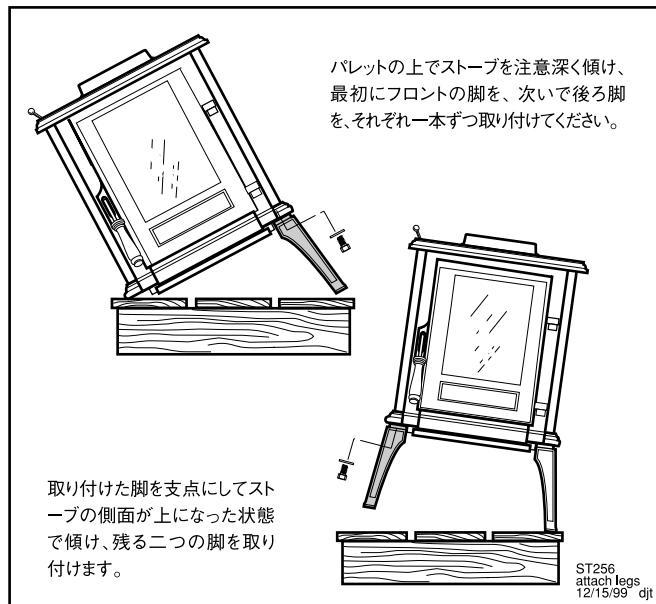

図22 一方の側の脚を取り付けてから、反対側の脚を取り付けます。
2. ワッシャー付き六角ボルトを使って、二つの脚を取り付けます。脚のショルダーが、ストーブの底板の四隅にある突起部の中におさまるようにしてください。(図22)